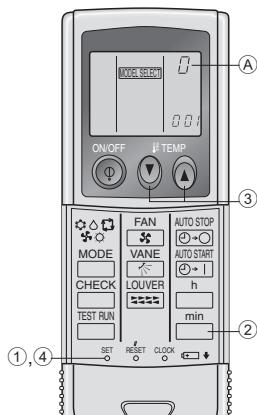

Рис. 6-4
4) Присвоение пульта дистанционного управления отдельным приборам (Рис. 6-4)